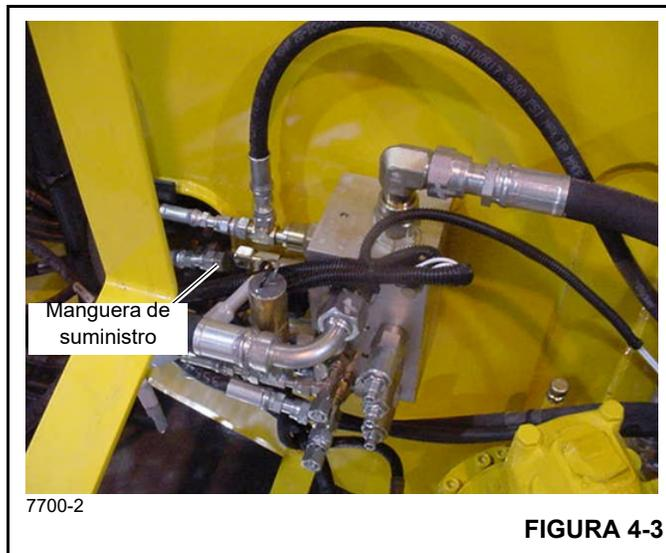

FIGURA 4-3
9. Con el motor apagado, desconecte la línea de suministro del carrete de manguera del lado del banco de válvulas (Figura 4-3). Tape todas las aberturas.